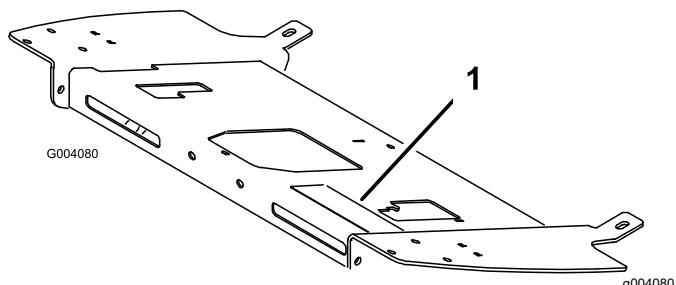

Рисунок 14
3. Наложите соответствующую табличку с предупреждением об опасности поверх существующей таблички на платформе оператора (Рисунок 14):